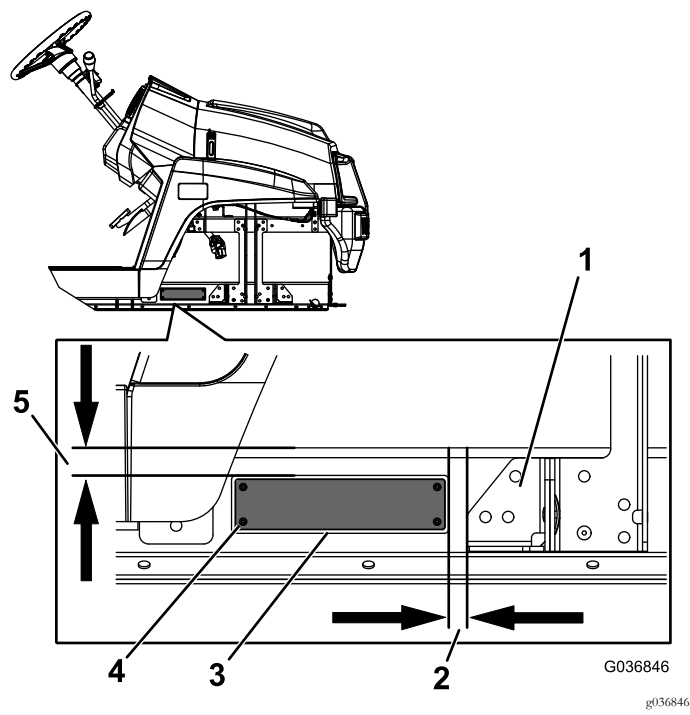

Рисунок 9
- Установите табличку с заводским номером при помощи 4 заклепок, установленных в отверстия, показанные на Рисунок 9.